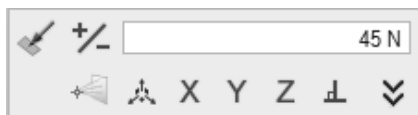

图 2-17
- 5) 完成力的创建或编辑后，会弹出一个文本框，在文本框中输入 45N，然后单击 +/- 按钮改变力的方向，如图 2-17 所示。